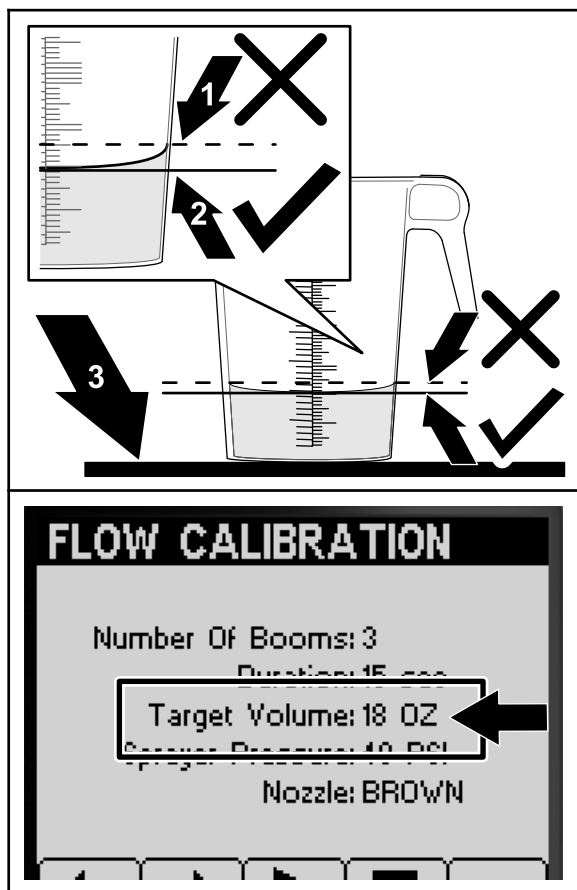

Рисунок 52
6. Поставьте градуированную емкость на ровную поверхность и определите объем жидкости (Рисунок 52).
7. Сравните объем жидкости в градуированной емкости для сбора жидкости с требуемым объемом (Target Volume), показанным на экране инфо-центра (Рисунок 52).